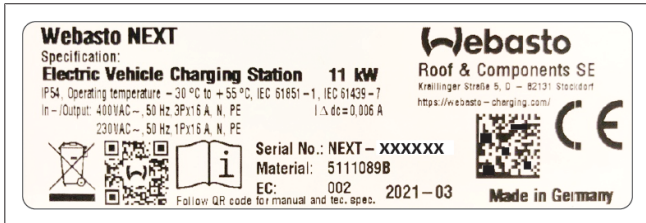

Fig. 1 Esempio di targhetta Webasto Next (versione 11 kW)
3. Immettere i dettagli del proprio caricabatteria nel seguente formato. Queste informazioni si possono ricavare, ad esempio, dalla targhetta del proprio caricabatteria (v. Fig. 1):